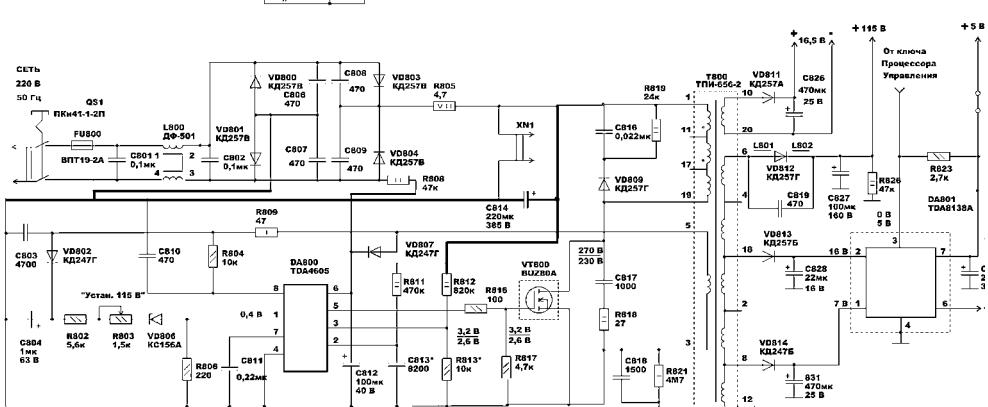

рис.2
- на ИМС и отдельном силовом транзисторе (на **рис.2** приведена схема ИП на распространенной ИМС TDA4605);